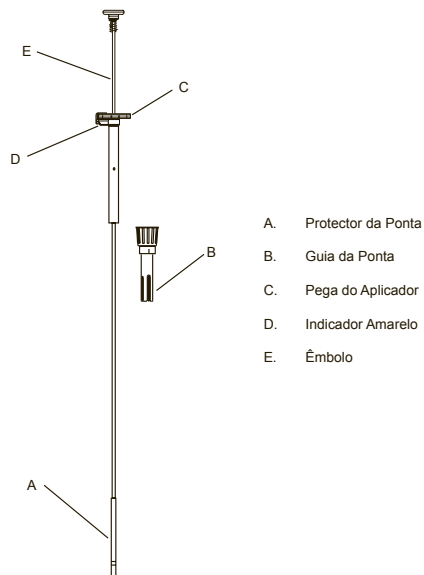

Figura 1 – Aplicador
- Mantenha o alinhamento correcto do indicador amarelo de referência (D na Figura 1) com a seta vermelha da sonda de biopsia ao distribuir os grânulos.
Consulte a Figura 1 para visualizar o diagrama do Aplicador.